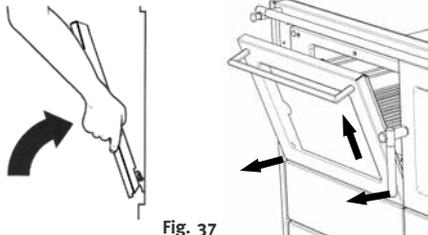

Fig. 37
- Afferrare lo sportello del forno lateralmente con entrambe le mani e sollevarlo leggermente, estrarre la cerniera in avanti dalle aperture (fig. 37+38).